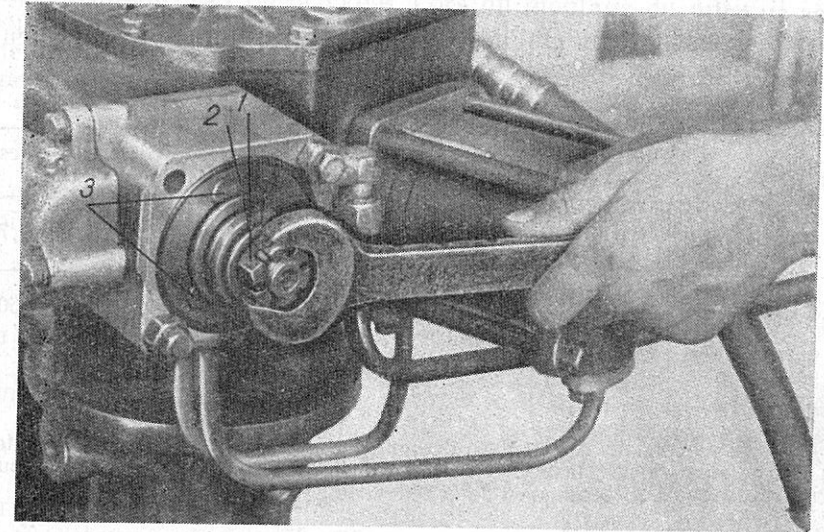

Fig. 52. Montage du distributeur et serrage de l'écrou sphérique de la vis sans fin
2. Monter le distributeur sans le couvercle extérieur 18 (fig. 49) sur la queue de la vis sans fin et le fixer au carter de la servo-commande par deux boulons, après avoir placé, sous les têtes des boulons, des rondelles de la même épaisseur que la bride du couvercle (fig. 52).